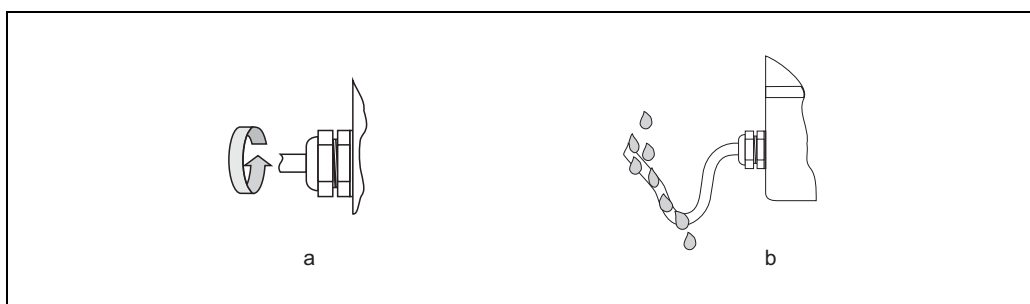

Fig. 7: Istruzioni di installazione, ingressi cavo
- Gli ingressi cavo devono essere serrati saldamente (vista **a** → Fig. 7).
- Il cavo deve formare un'ansa verso il basso prima dell'ingresso cavo ("trappola per l'acqua") (vista **b** → Fig. 7).